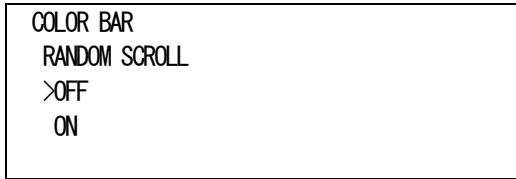

図4-14 オンスクリーンメニュー(RANDOM SCROLL例)
- 1)COLOR BARメニューで「RANDOM SCROLL[RAND]」を選択し、**ENTER**ボタンを押すと図4-14のような設定メニューが表示されます。